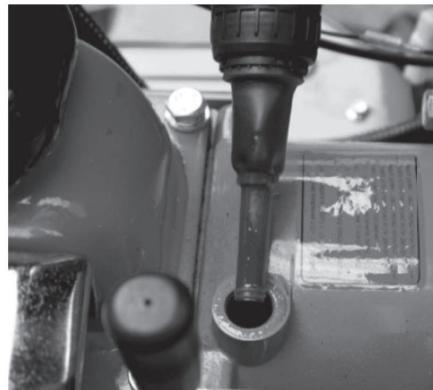

Рис. 21
2. Открутите пробку маслозаливной горловины редуктора (рис. 21).